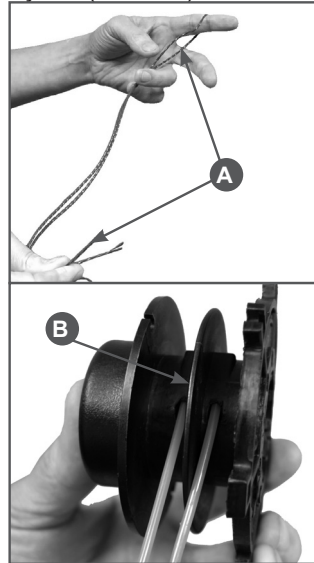

Рис. 20 Подготовка корда
2. Отрежьте корд длиной примерно 4 м. Сложите его вдвое и выровняйте концы корда (Рис.20А). Свободные концы корда загните и вставьте в отверстия в катушке (Рис.20В).